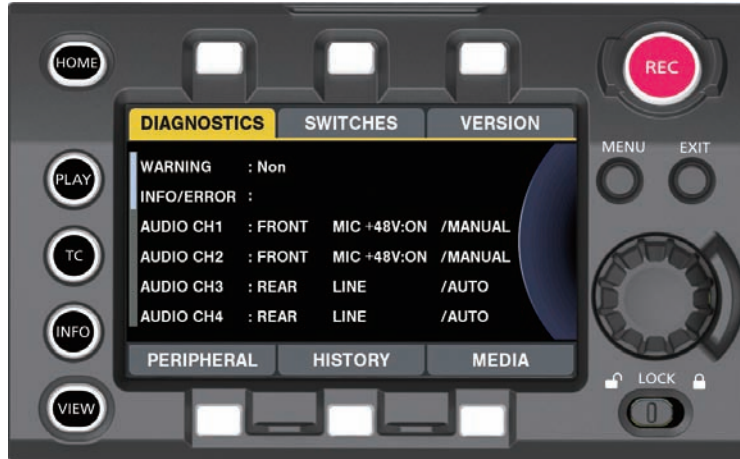

図 1
- 5 〈INFO〉 ボタンを押し、INFO 画面を表示する。(図 1)